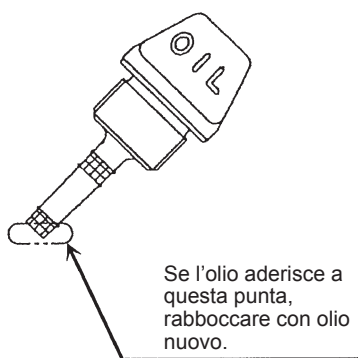
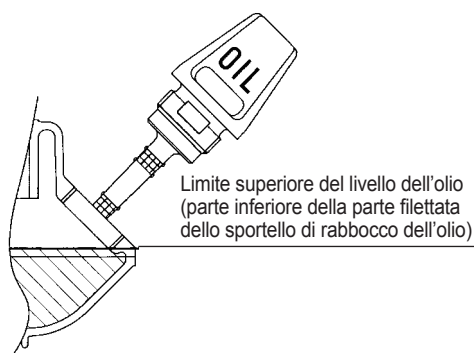

Fig. 1
Fig. 2
Se manca olio (l'indicatore del livello dell'olio tocca l'olio solo con la punta o rimane inserito nel carter senza avvitarlo (Fig. 1)), rabboccare l'olio dallo sportello (Fig. 2).
(1) Mantenere il motore in piano e staccare l'indicatore di livello dell'olio.
(2) Rabboccare l'olio fino al limite dello sportello di rabbocco dell'olio. (Vedere la Fig. 2.)